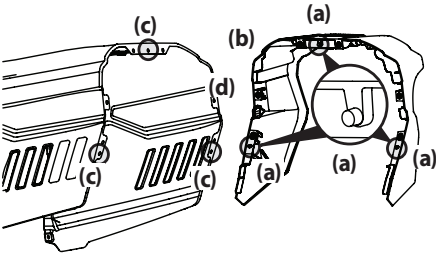

Figura 5
Hay tres (3) clavijas de alineación (a) sobre el collarín del capó (b) que se alinean con los correspondientes orificios de alineación (c) del capó (d). Consulte la Figura 5.